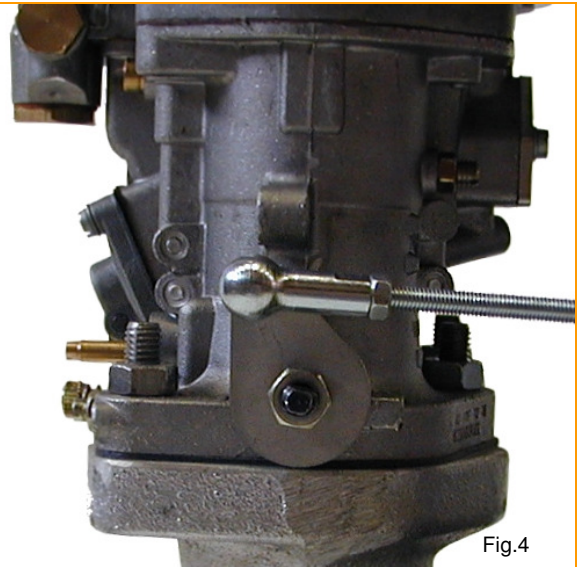

Fig.4
- Assemble the stop lever and the throttle control lever (in this order) on to the shaft of the right-hand carburettor. (Fig.4)
- Montieren Sie den Anschlaghebel und den Drosselklappenhebel (in dieser Reihenfolge) auf die Welle des rechten Vergasers. (Fig.4)